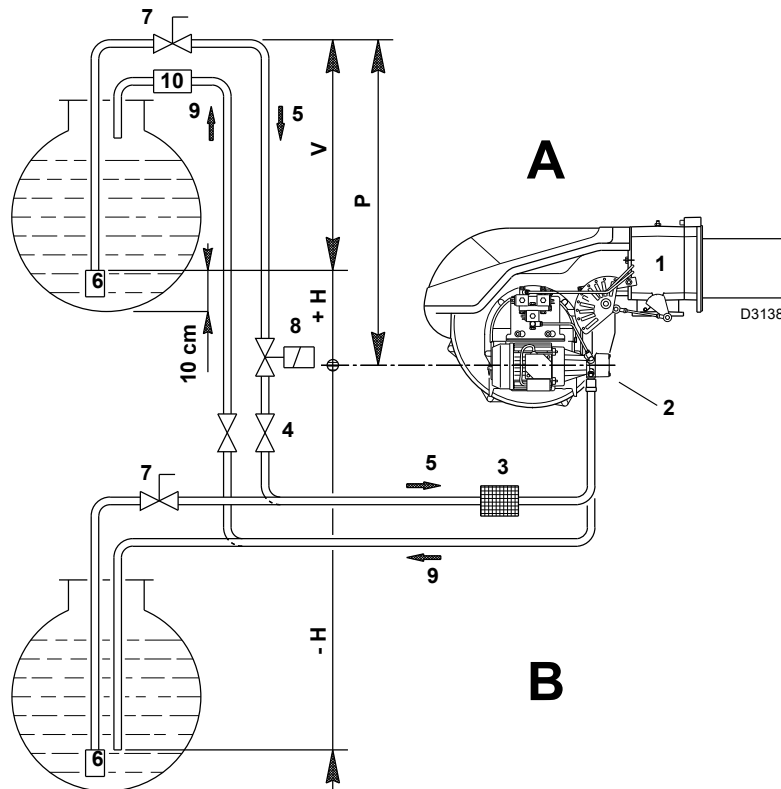

Abb. 22
**Tank höher als der Brenner A (Abb. 22)**
**Tank niedriger B (Abb. 22)**
**Legende (Abb. 22)**